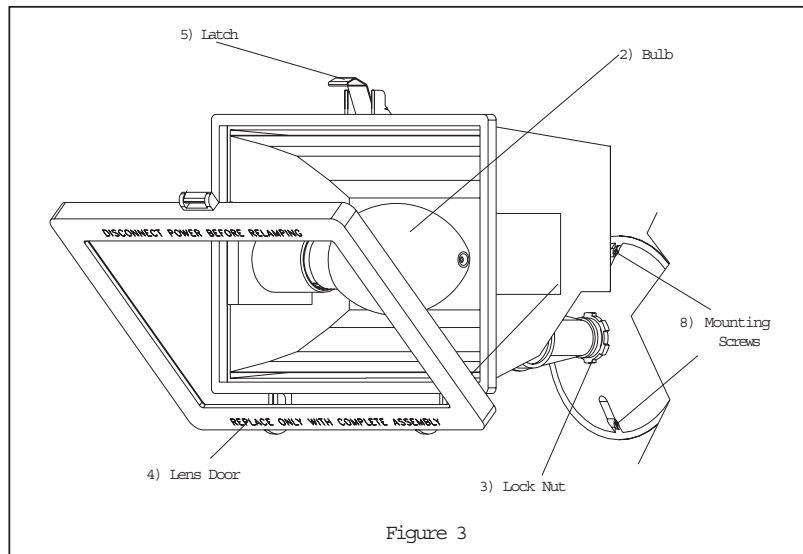

Figure 3
- Thread Lock Nut to upper end of knuckle. See Fig. 3.
- For lamp installation, release Latch on top of Fixture Housing to open Lens Door and install 70 Watt High Pressure Sodium Type S62 Lamp (provided). See Fig. 3.
- Rosque la Tuerca de Fijación al extremo superior del nudillo. Vea Fig. 3.
Nota: Asegure que la empaquetadura este asentada completamente alrededor del marco de la puerta del lente antes de cerrar. Vea Fig. 3.